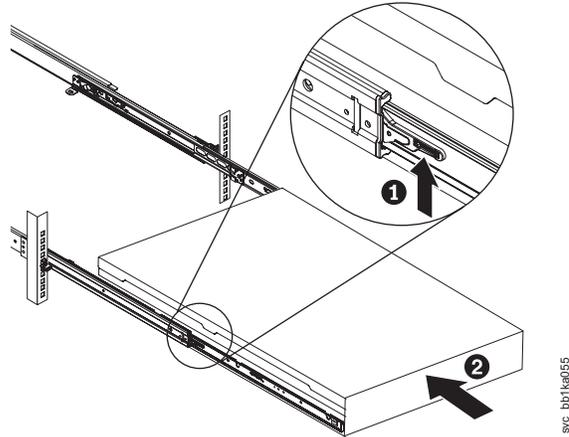

図 29. ラックのスライド・レールの SAN ボリューム・コントローラー 2145-CF8 ロック・レバーを上げる
8. スライド・レール上のロック・レバー（48ページの図29の**1**）を上げて、サーバー**2**を、所定の位置にカチッと音を立てて収まるまで、ラック内に完全に押し込みます。